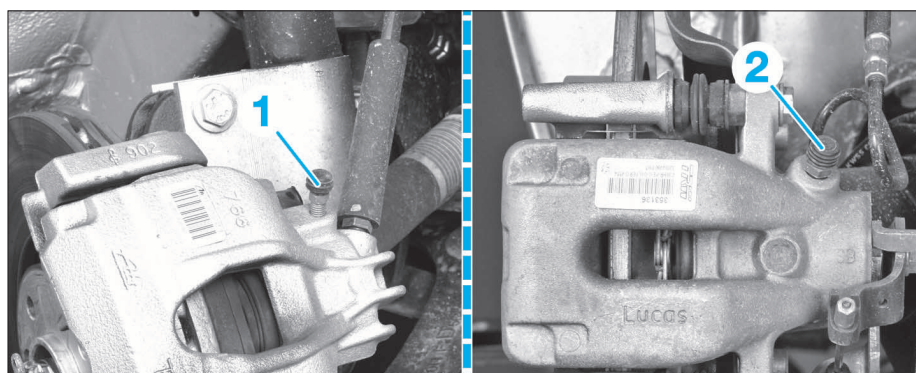

FIG. 20
- Purger chaque étrier de frein en procédant dans l'ordre suivant (Fig.20) :
- roue avant gauche (1)
- roue arrière gauche (2)